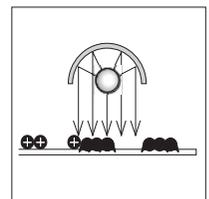

図5
- (5)定着：紙についたトナーをヒーターで溶かして紙のせんにしみこませます（図5）。